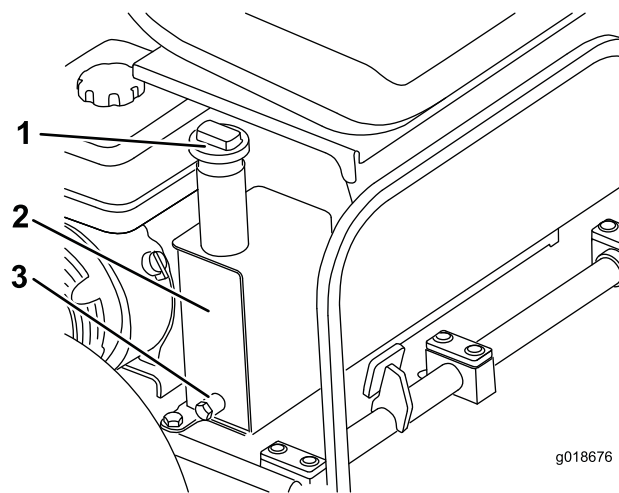

Рисунок 20
- B. Снимите крышку с верхней части маслобака (Рисунок 20).
1. Подставьте сливной поддон под пробку сливного отверстия маслобака (Рисунок 20).
2. Удалите сливную пробку бака гидравлической жидкости (Рисунок 20).
7. Снимите крышку маслобака (Рисунок 20).